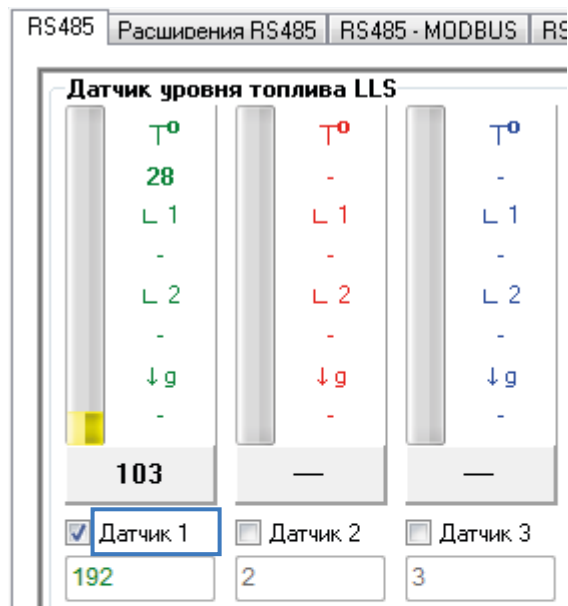

Рис.28. Порядковый номер датчика
- **LLSx** – параметр типа int, возвращающий угол наклона при подключении датчиков угла наклона к контроллеру АвтоГРАФ по протоколу LLS. Показания угла передаются в градусах. x – это индекс датчика, т.е. порядковый номер подключенного датчика в настройках контроллера (**Рис.28**). В рассматриваемом примере порядковый номер датчика 1.
- **TLLSx** – параметр типа int, возвращающий температуру с датчиков, подключенных к контроллеру АвтоГРАФ по протоколу LLS. Показания температуры передаются в °С. x – это индекс датчика, т.е. порядковый номер подключенного датчика в настройках контроллера (**Рис.28**). В рассматриваемом примере порядковый номер датчика 1.